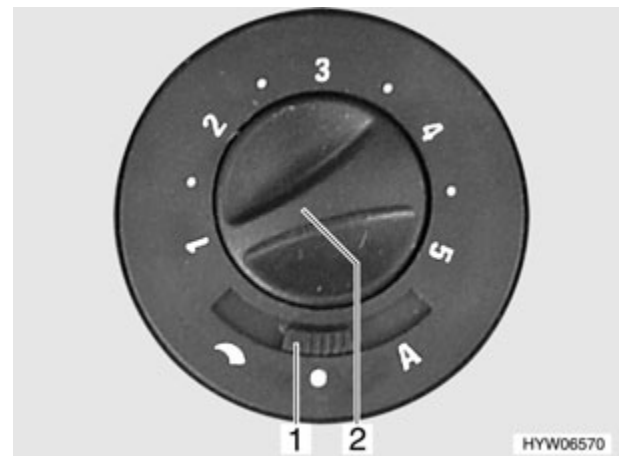

Fig. 95 Conmutador de mando para un ventilador de 12 V
- Ajustar el modo de funcionamiento con el conmutador deslizante (Fig. 95,1).
- Ajustar (regulación manual) o limitar (modo automático) la potencia deseada del ventilador de circulación de aire con el botón giratorio (Fig. 95,2).